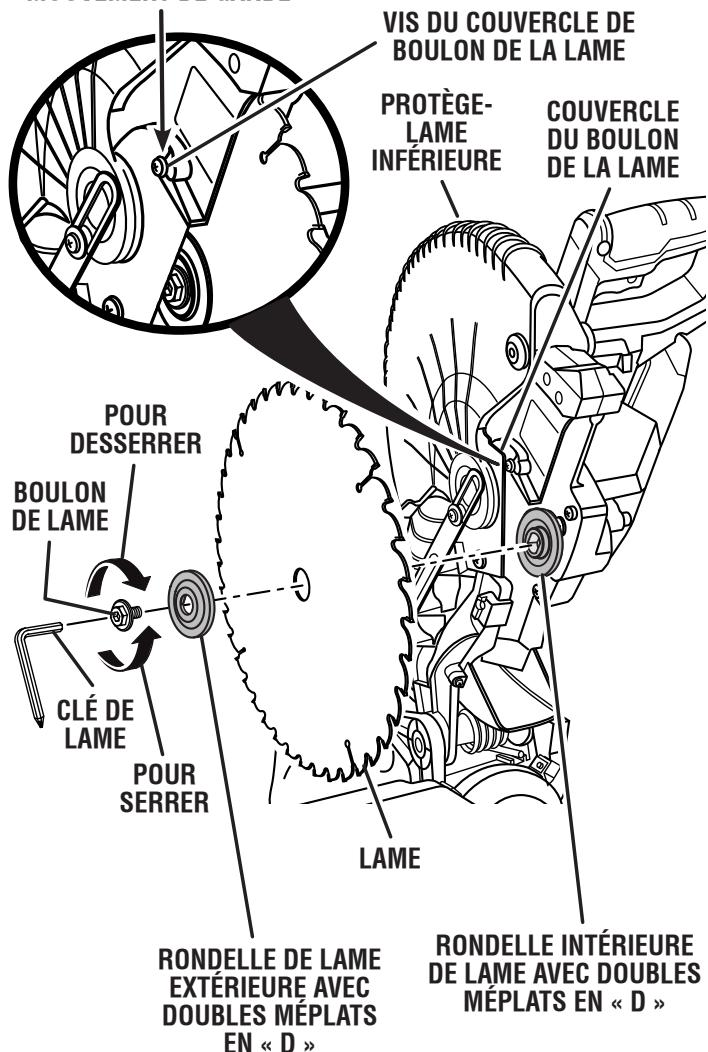

Fig. 13
Voir la figure 13 et 14.
- Insérer la lame de la scie à l'intérieur du protège-lame supérieur et sur l'épaulement de la rondelle intérieure. Les dents doivent être orientées vers le bas à l'avant de la lame, comme le montre la figure 13.